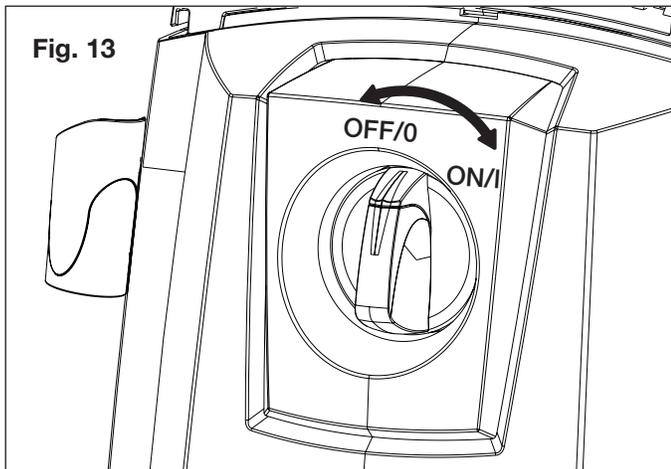

Fig. 13
11. Verifique que el interruptor del motor esté en la posición de apagado (OFF/0) antes de enchufar la unidad al tomacorriente (Fig. 13).